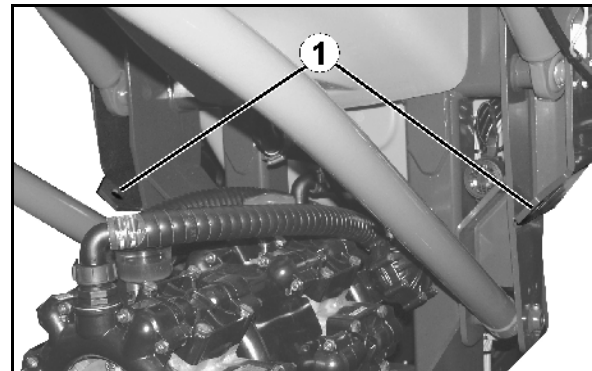

Fig. 4
- 2 points d'amarrage à l'arrière (Fig. 4/1)